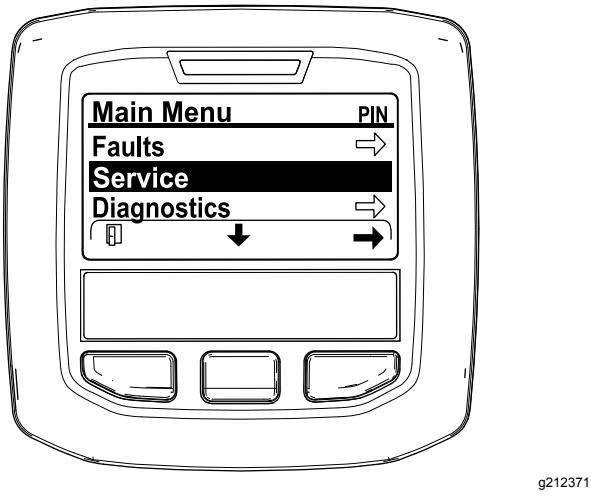

Figure 41
2. Naviguez jusqu'au MENU PRINCIPAL, appuyez sur le bouton central pour parcourir le menu MENU ENTRETIEN, et appuyez sur le bouton droit pour sélectionner l'option ENTRETIEN (Figure 41).